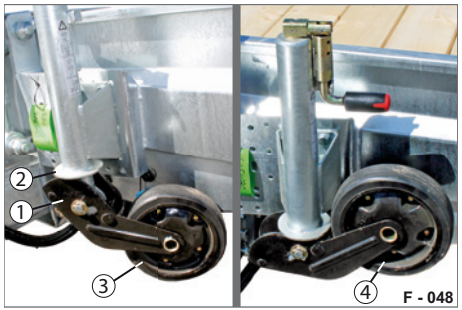

Abb. 29 Kurbel / Stützrad in Fahrstellung
- Kurbeln Sie im Uhrzeigersinn, bis die Konsole (Abb. 29/1) über den Kranz (Abb. 29/2) fährt und das Stützrad (Abb. 29/3) nach oben zieht.
- Fahren Sie das Stützrad (Abb. 29/4) komplett hoch.